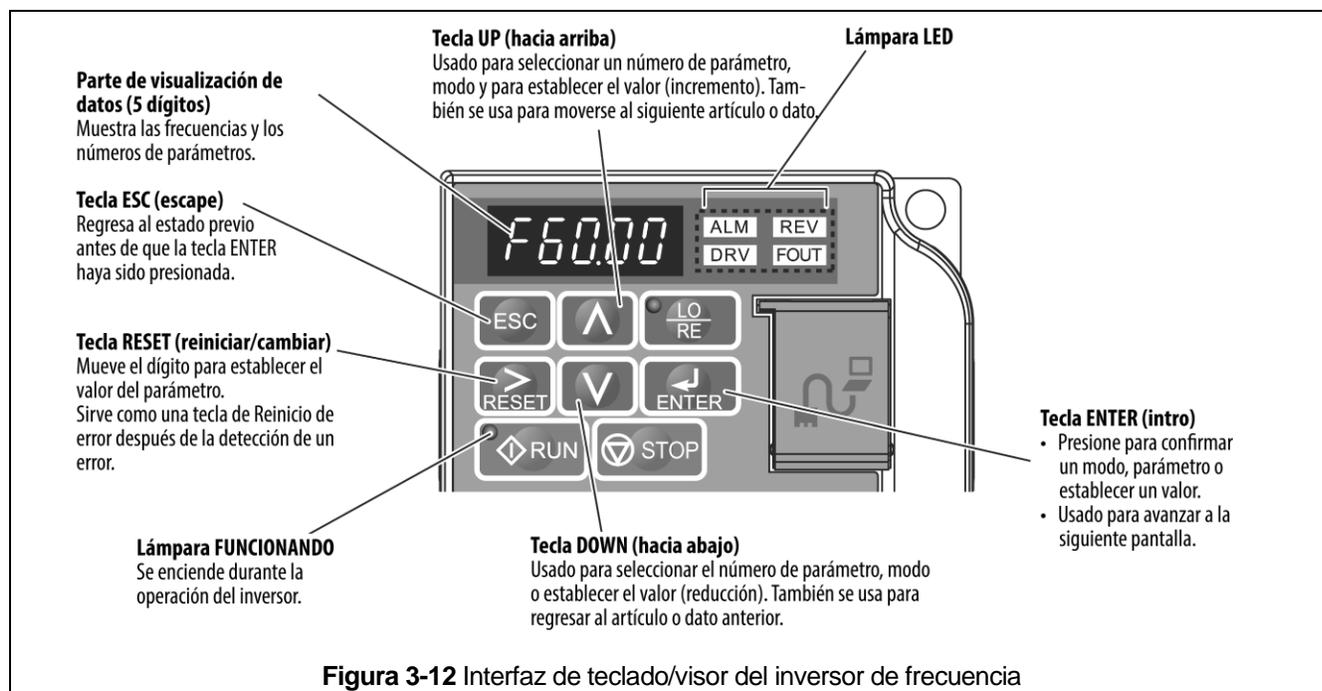

Figura 3-12 Interfaz de teclado/visor del inversor de frecuencia
- 3.5.4 El inversor de frecuencia se controla mediante una interfaz de teclado/visor. Consulte la **Figura 3-12** para ver más información sobre las funciones y descripciones de la interfaz de teclado/visor.